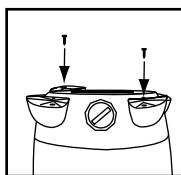

FIGURE 6
6. Fixez avec les vis fournies. **FIGURE 6.**